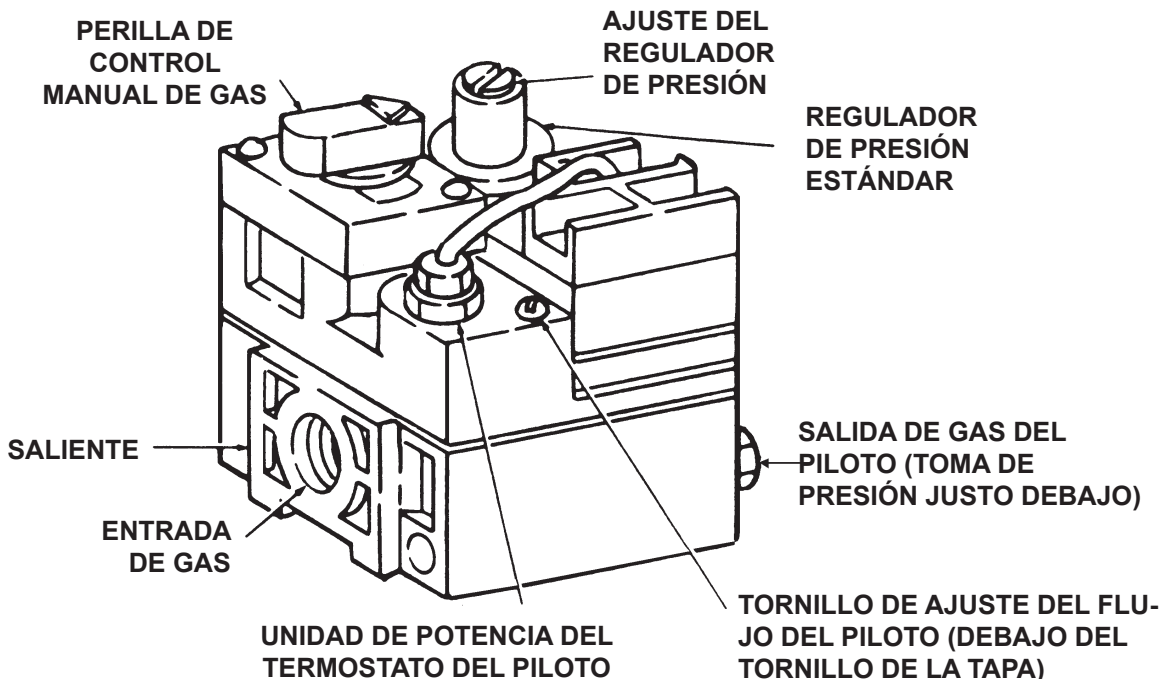

Figura 9. Componentes de la válvula de gas
- C. Si la perilla de control manual de gas que se encuentra en la válvula de gas no está en posición de apagado, oprímala parcialmente y rótele hasta la posición OFF. Consulte la Figura 9.